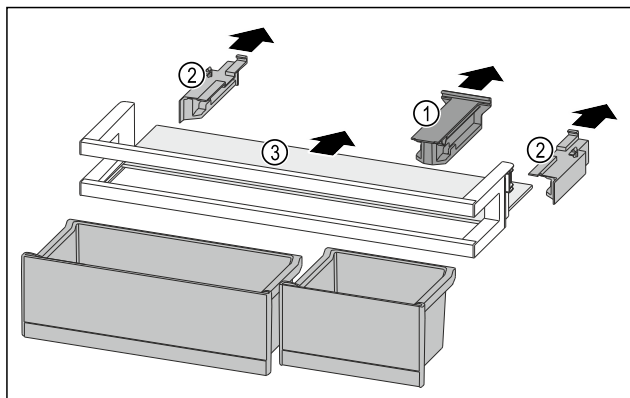

Fig. 212
- Halteteil Fig. 212 (1) abziehen.
- Seitenteile Fig. 212 (2) abziehen.
- Abstellfläche Fig. 212 (3) entnehmen.